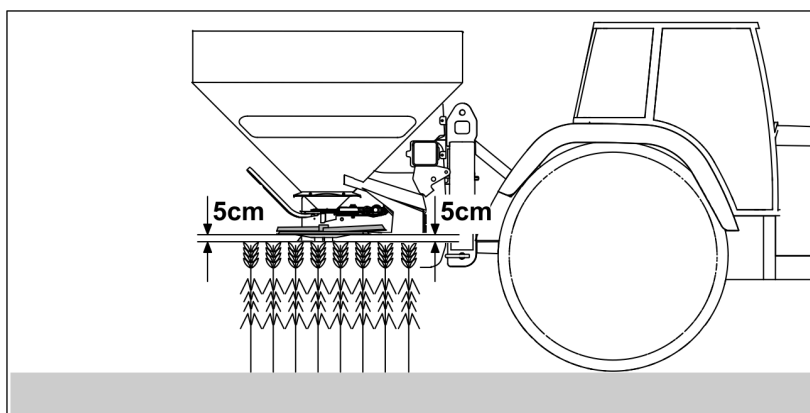

Рис. 57
3. Поверните поворотные пластины (Рис. 57/1) распределяющих лопастей в нужную позицию для стандартного или позднего внесения удобрений.